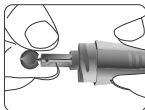

Figura 24
**PASO 2:** Inserte una lanceta estéril en el soporte de lanceta del dispositivo de punción y presiónela con firmeza hasta que esté bien asentada. No gire la lanceta. Consulte la figura 24.